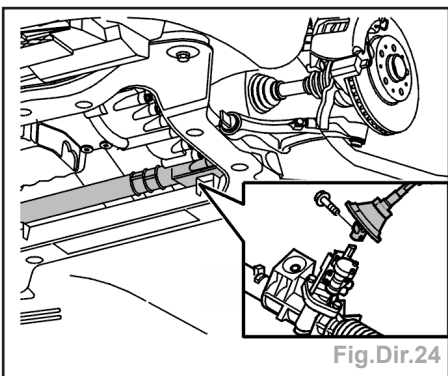

Fig.Dir.24
- Déposer la vis du raccord entre le boîtier de direction et l'arbre de direction et sortir le raccord du boîtier de direction (fig.Dir.24).